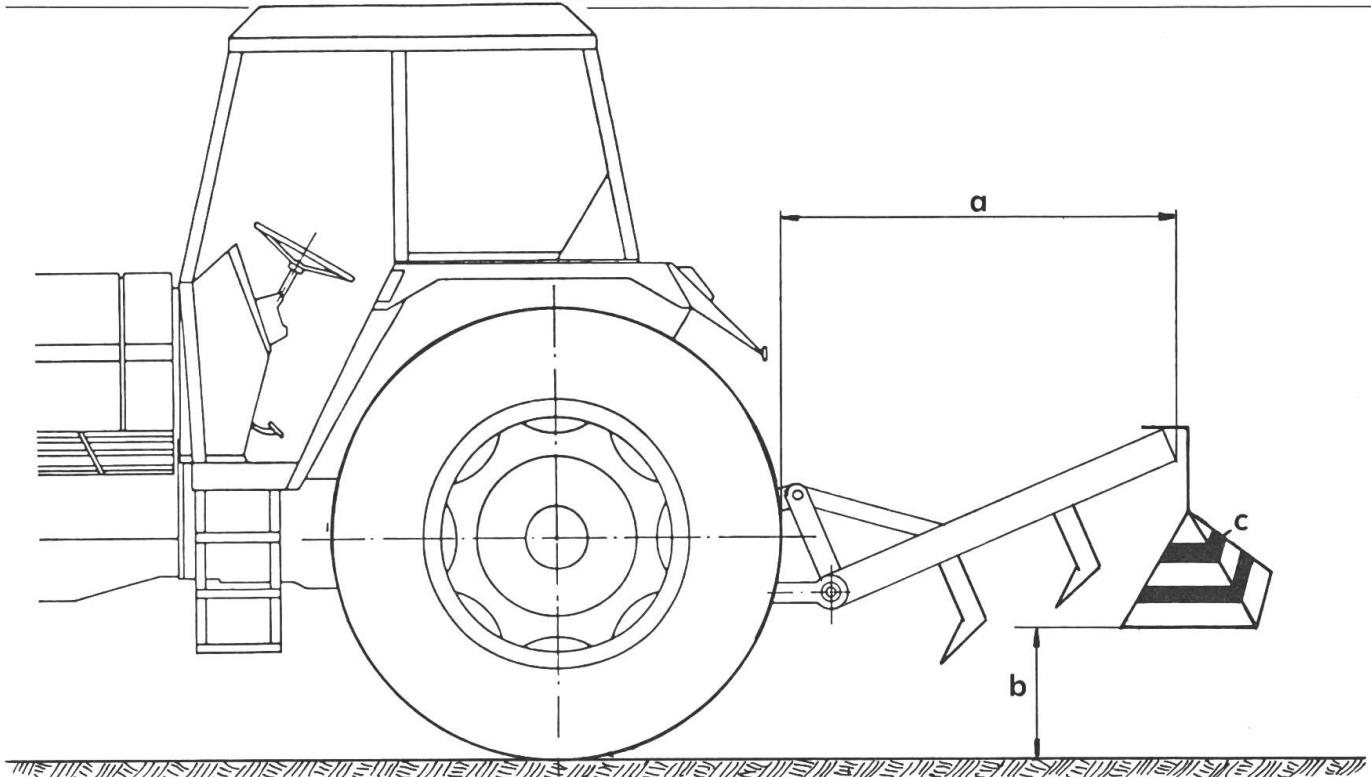

Abb. 2: Kennzeichnung landwirtschaftlicher Zusatzgeräte mit hinterem Überhang.
- Nachts und bei schlechter Sicht (z. B. Nebel) müssen die Geräte mit Rückstrahlern oder Lichtern gekennzeichnet sein, die nach vorn weiß, nach hinten rot leuchten und möglichst nahe an den äussersten Stellen angebracht sind. An Geräten, die das Fahrzeug nach hinten um mehr als 1 m überragen, muss der rot-weiße, reflektierende **Signalkörper** angehängt werden (Abb. 2).